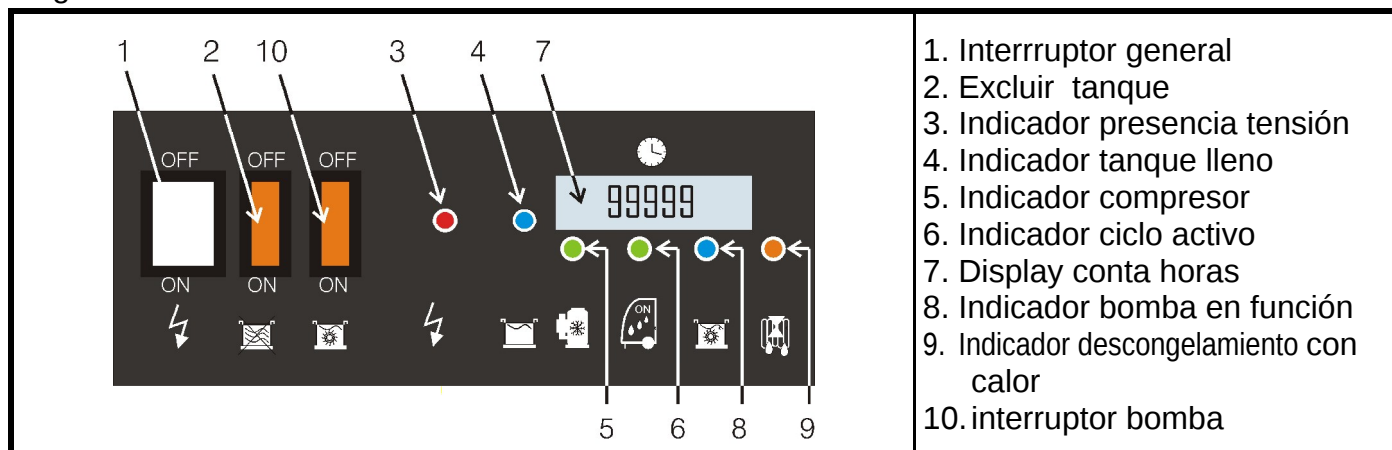

Fig. 7 Panel de mandos EFT PLUS
Después de algún tiempo de trabajo, la tarjeta electrónica en la máquina determina el cese temporal de ventilador y abertura de la electroválvula di by-pass, mientras que el compresor sigue haciendo circulando gas caliente con tiempo suficiente para derretir eventualmente el hielo que se ha formado sobre el evaporatore del gas del refrigerador. El dispositivo SMART DEFROSTING con su tarjeta electrónica establece la duración óptima de la fase de descongelamiento. Este modo de descongelamiento puede operar hasta temperatura ambiente de 0,5 ° C. En estos modelos la fase de descongelación se muestra del encendido del indicador 9 (fig.7).
Para acceder a esta modalidad simplemente conectar una manguera de la correspondiente longitud y diámetro (que aparecen al lado) a la manguera exterior 5 (Fig. 3 B) y colocar el interruptor 10 (Fig. 7) en posición ON para activar el control ciclo de bombeo. Compruebe también que el interruptor 2 (gráficos 5,6 e7) se encuentre en la posición OFF de lo contrario excluye el
sistema a peso que a su vez controla el ciclo de bombeo. De esta manera alcanzada la condición de tanque lleno, la tarjeta electrónica activa un ciclo de bombeo hasta el vaciado total, esta última etapa que se indica con la iluminación del indicador 8 (Fig. 7). El ciclo se repite continuamente utilizando la bomba por el tiempo estrictamente necesario para el vaciado.
- ! **Antes de activar el ciclo de bombeo con el interruptor 10 (Fig. 7)asegurarse que el tubo de escape este firmemente unido a la manguera de 5 (Fig. 3 B), con cinta para apretar la manguera, cualquier tipo de presión debida al desnivel pueden causar el desprendimiento del tubo y las consiguientes inundaciones.**